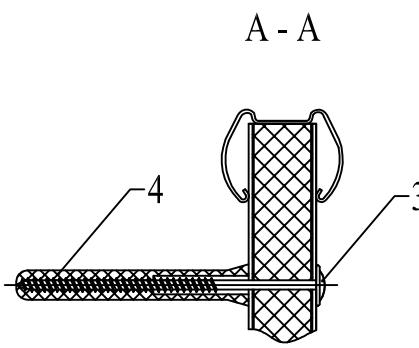

Рис.3
2. Устанавливаем в верхний паз лотка полотно (1), выравниваем его и по отверстиям в верхней части размечаем места сверловки. Затем, убрав полотно, повторяем операцию сверловки с теми же параметрами, что и в п.1 и закрепляем полотно на стене (Рис.3 или 4).